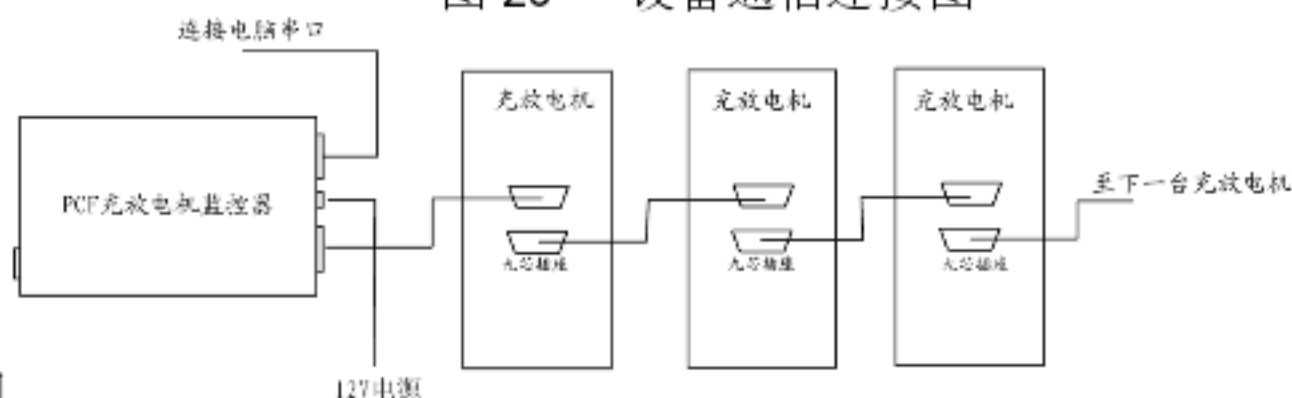

图 19 安装完成界面
6. 在准备安装界面点击安装键进入安装过程，安装过程自动完成后自动进入安装完成界面如图 19。